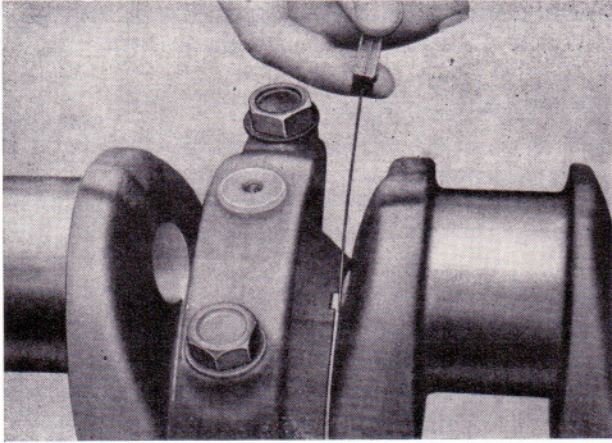

Bild 75
- Kurbelwelle anschließend bis zum Anschlag nach einer Seite drücken (Schwungradseite oder Steuergehäuseseite) und dann am Paßlager das Axialspiel der Kurbelwelle kontrollieren (Bild 75).